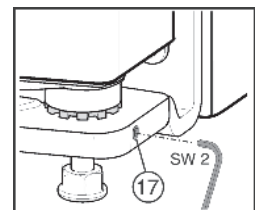

Fig. 12
- ▶ Немного выкрутите установочный винт Fig. 12 (17) (максимум на один оборот).
- ▶ Снова затяните установочный винт *Fig. 12 (17)*, чтобы зафиксировать опорный винт.